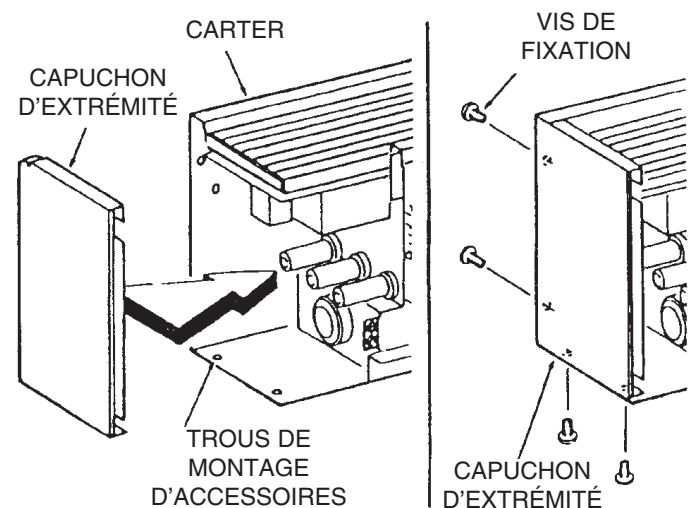

Figure 5
3. Installez des capuchons d'extrémité (ils peuvent s'acheter séparément) aux deux bouts du carter de radiateur. Référez-vous à la Figure 5 pour les détails d'installation de ces capuchons.
- Installez des capuchons d'extrémité (6) sur le bout extérieur du dernier radiateur (7) et (9) au moyen de quatre vis #6 fournies avec ces capuchons d'extrémité (Référez-vous à la Figure 5 pour les détails d'installation de ces capuchons).